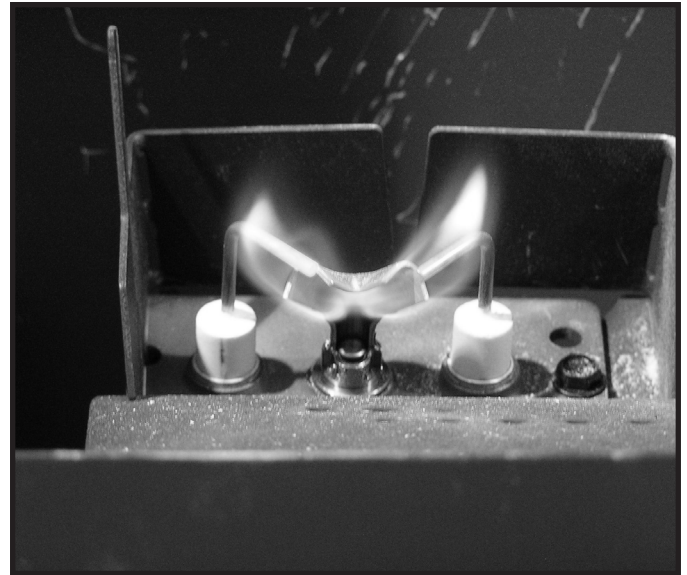

Figure 4.2. Comportement de la flamme de la veilleuse IPI - photo générique
- Inspectez la qualité du comportement de la flamme de la veilleuse. Consultez la figure 4.2 pour le bon comportement de la flamme de la veilleuse. Nettoyez ou remplacez la tête d'injecteur à filetage mâle si nécessaire.